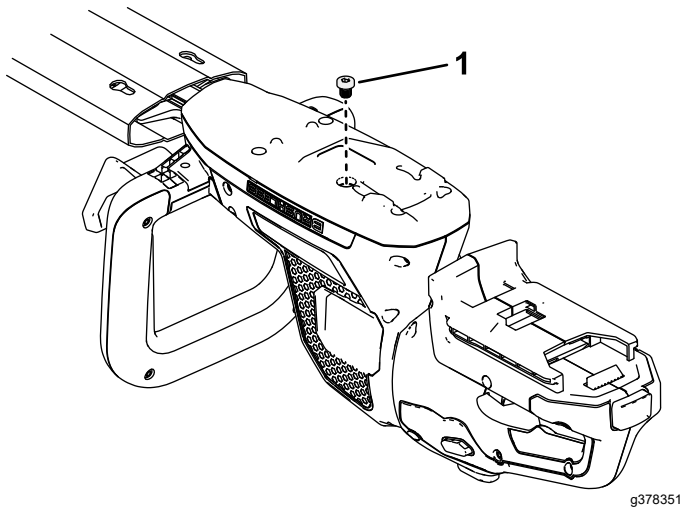

Figura 11
3. Rimuovete il tappo a testa incassata esagonale della scatola ingranaggi (Figura 11).